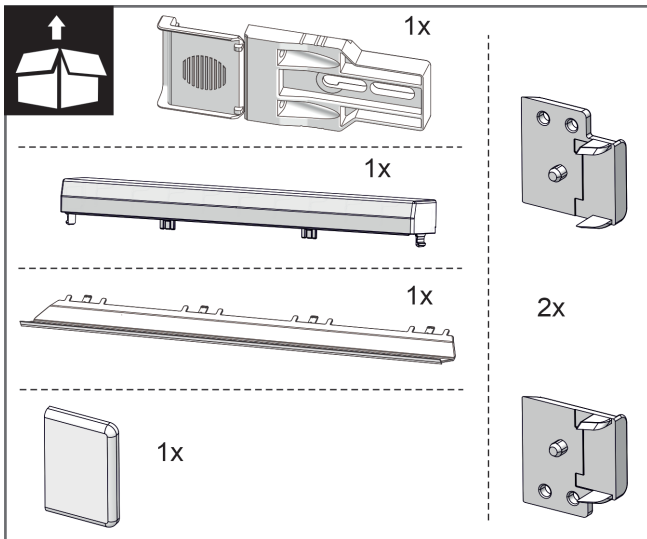
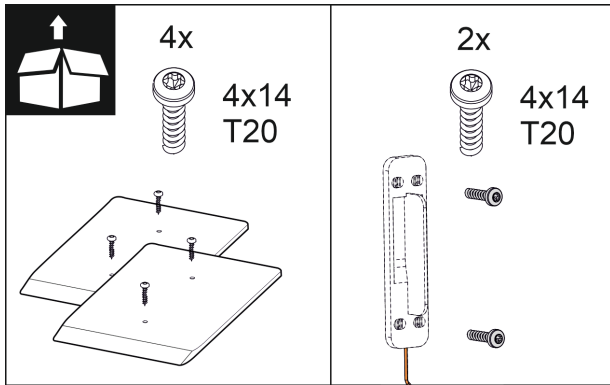

Fig. 9
Fig. 15
2. Montageteile im Beipack überprüfen. Fig. 9 () bis Fig. 15 ()
Montageteile im Beipack Fig. 9 () bis Fig. 15 ()